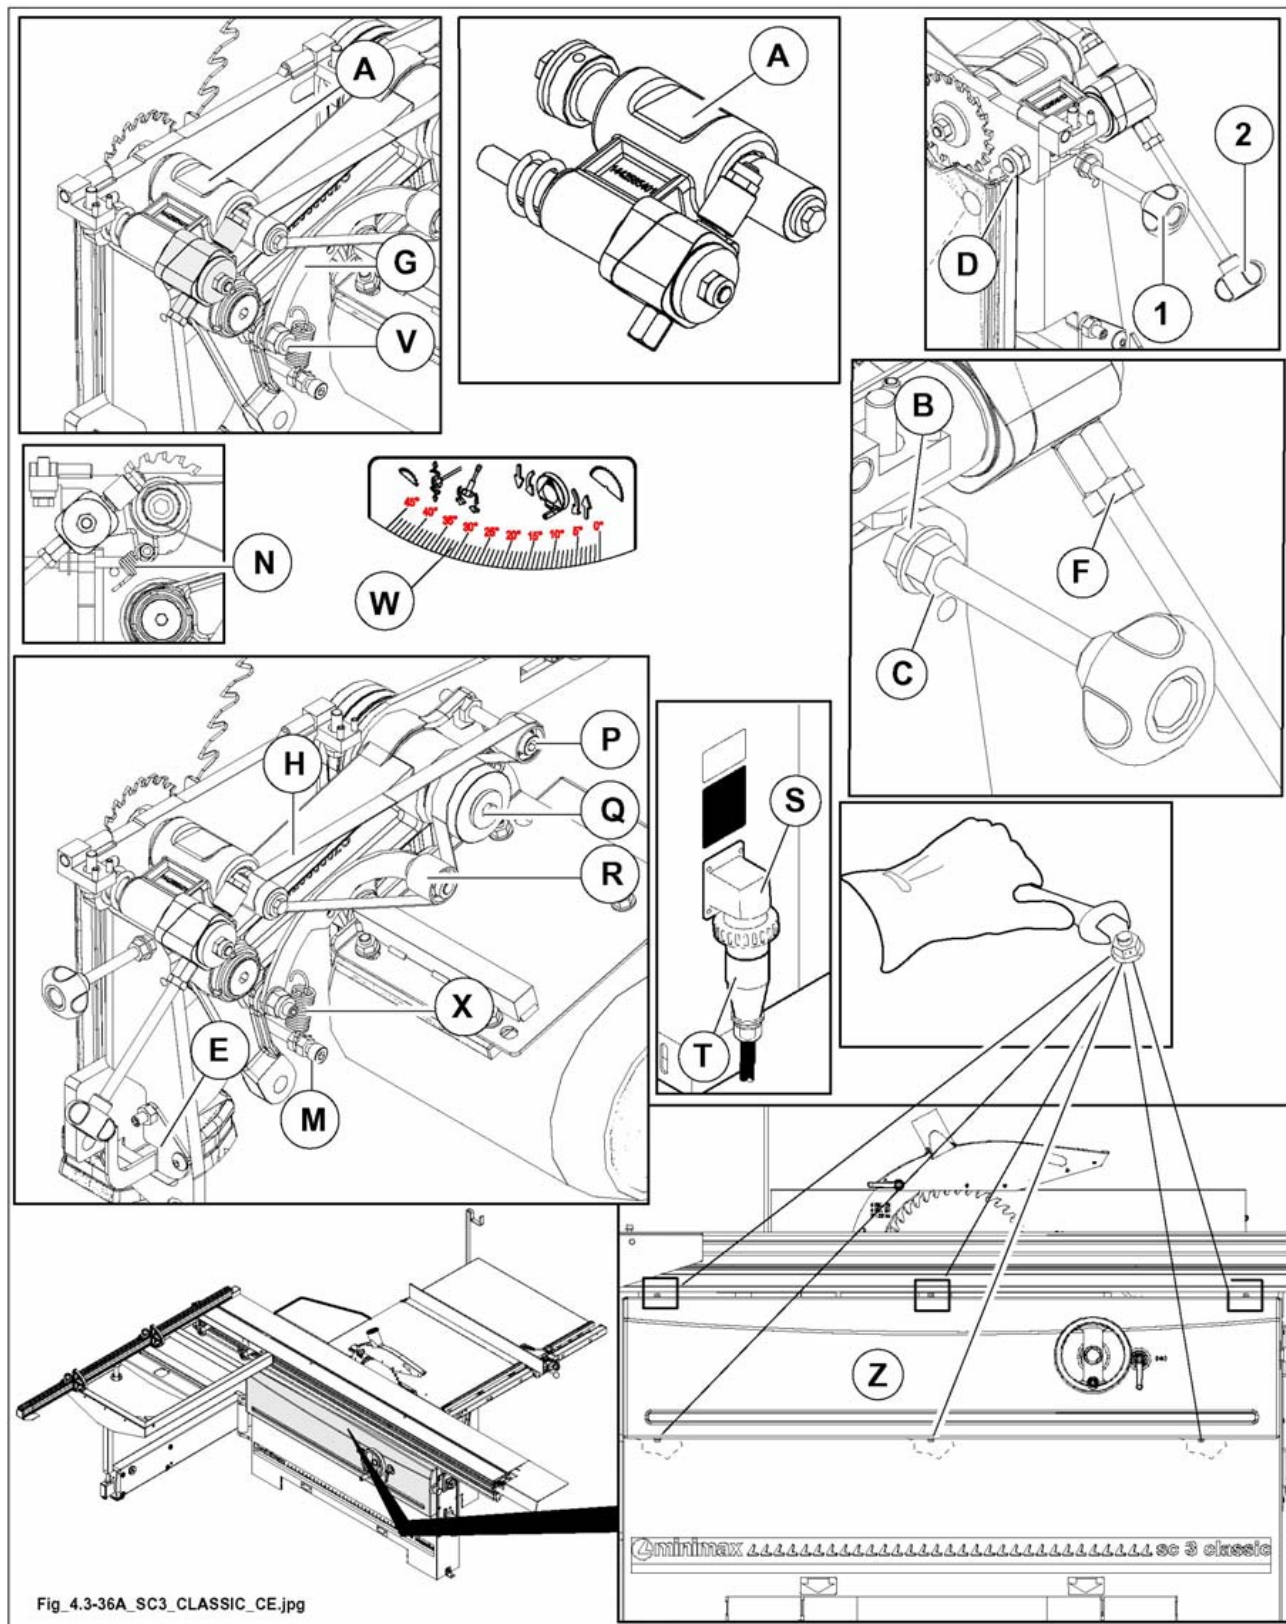

Abb. 4.3-36A
- Die vordere Verkleidung ausbauen (Z Abb. 4.3-36A).
- Das Aggregat (A Abb. 4.3-36A) auf dem Sägeblattsupport montieren.
- Die Mutter (D Abb. 4.3-36A) festziehen, um den Vorritzer zu befestigen (A Abb. 4.3-36A).
- Das Teil (E Abb. 4.3-36A) und das Schild (S Abb. 4.3-36A) ausbauen.
- Den Schraubknopf (1 Abb. 4.3-36A) für das Heben und den Schraubknopf (2 Abb. 4.3-36A) für das Verstellen montieren.
- Die Feder (N Abb. 4.3-36A) am Vorritzer montieren.
- Die Riemenscheibe (P Abb. 4.3-36A) am Sägenarm montieren.
- Riemenscheibe (Q Abb. 4.3-36A) in die Sägenwelle einbauen.
- Die Einheit Bügel-Riemenscheiben (Riemenspanner) (G Abb. 4.3-36A) am Sägenarm montieren und mit der Schraube (V Abb. 4.3-36A) befestigen; die Schraube nicht vollständig festziehen.
Prüfen, ob die Riemenscheiben (P Abb. 4.3-36A) und (R Abb. 4.3-36A) perfekt mit der Riemenscheibe (Q Abb. 4.3-36A) fluchten und ob Distanzstücke eingelegt werden müssen.
- Die Befestigungsschraube (M Abb. 4.3-36A) der Feder (X Abb. 4.3-36A) für die Spannung des Vorritzerriemens montieren.
- Den Riemen (H Abb. 4.3-36A) montieren. Dabei gemäß Abbildung verlegen und durchführen.
- Die vordere Abdeckung (Z Abb. 4.3-36A) wieder montieren.
- Das neue Schild (W Abb. 4.3-36A) montieren und das Teil (E Abb. 4.3-36A) wieder anbringen.
Den Schraubknopf für das Heben (1 Abb. 4.3-36A) montieren und über die Muttern (B, C Abb. 4.3-36A) wie nachstehend angegeben einstellen:
Den Schraubknopf (1 Abb. 4.3-36A) anschrauben, den Vorritzer heben, bis er 3 mm über den Arbeitstisch vorsteht. Die Mutter (B Abb. 4.3-36A) in Anschlag mit den Sägensupport bringen und mit der Scheibe und der Mutter (C Abb. 4.3-36A) befestigen.
Den Schraubknopf für das Verstellen (2 Abb. 4.3-36A) montieren und mit der Mutter (F Abb. 4.3-36A) befestigen.
die richtige Spannung des Schneiderriemens wird durch die Feder (X Abb. 4.3.36A) gewährleistet und bedarf keiner Einstellung.